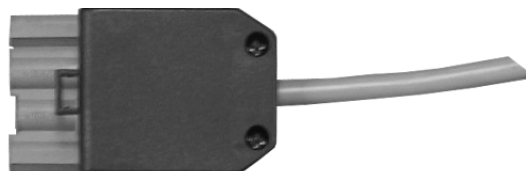

Fig. 26
3. Montare il MultiBloc fra le flange filettate (Fig. 26)